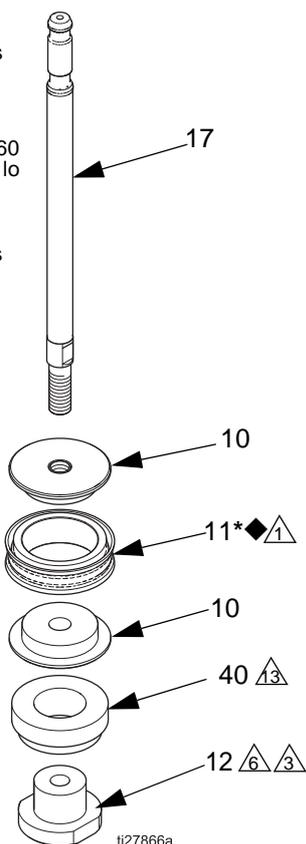

FIG. 2. Desmontar o instalar el pistón (Solo modelos de 1000 cc, 1500 cc y 2000 cc)
Coloque las dos mitades del pistón (10) alrededor del sello del pistón (11*◆) y encájelas entre sí. Vea la FIG. 2 en la página 7.